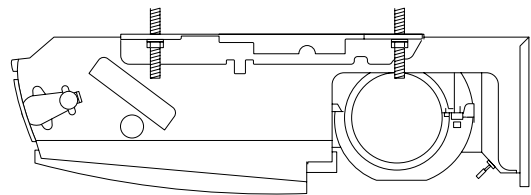

Abb. 3-127
- c) Die beiden Sechskantmutter an jedem Hängeanker festziehen, um die Inneneinheit aufzuhängen, wie in Abbildung 3-127 gezeigt.